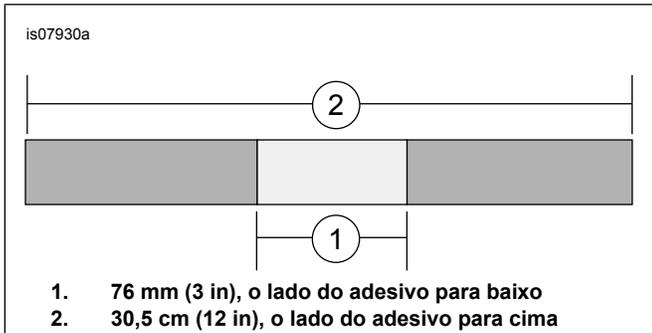

Figura 1. Crie uma zona sem aderência
7. Veja Figura 1. Prepare os seguintes pedaços de fita adesiva. Corte (2) 30,5 cm (12 in) e 76 mm (3 in) tiras de fita adesiva. Aplique as fitas de 76 mm (3 in) no centro das fitas de 30,5 cm (12 in), adesivo com adesivo, criando uma zona sem aderência.